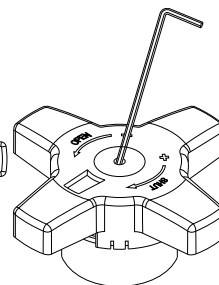

рис. 5
4. Затяните внутренний шток клапана по часовой стрелке шестигранным ключом (см. рис.5).